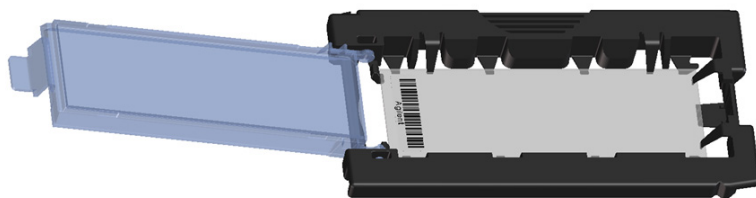

Figura 40 Lama de micromatrice poziționată corect în suportul pentru lame (deschis)
- d** Se coboară ușor lama în suport. Consultați Figura 40.